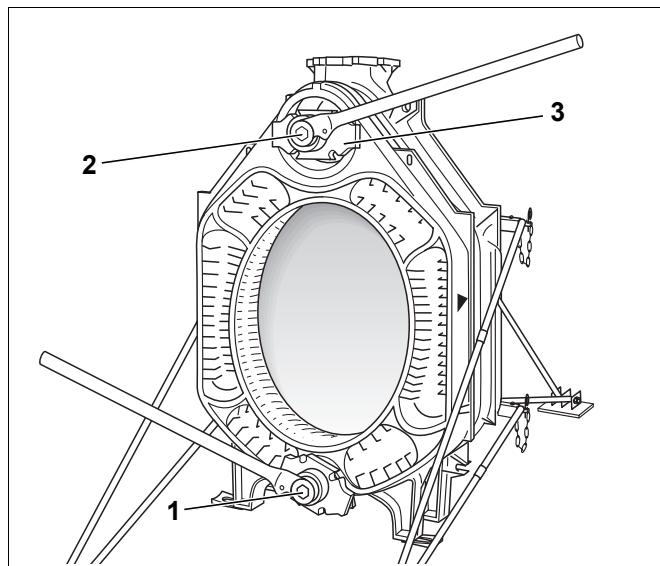

Fig. 19 Utilizzo degli strettoi di montaggio
Utilizzare strettoi di montaggio dimensioni 2.2 o 2.3 (fig. 4 o fig. 5 e fig. 19, [1] e [2]).
- ▶ Applicare le flange prementi (fig. 19, [3]) sui tiranti tramite dadi di serraggio (fig. 4, pag. 13 o fig. 5, pag. 13, [4]).